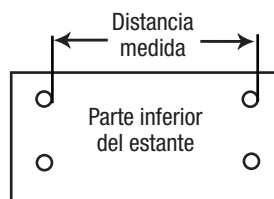

Figura 1
PASO 1: Seleccione la ubicación deseada para el equipo de estante, mida la distancia entre los orificios ubicados en la parte inferior del estante para conocer la distancia correcta entre las Ménsulas como se muestra en la **Figura 1**.